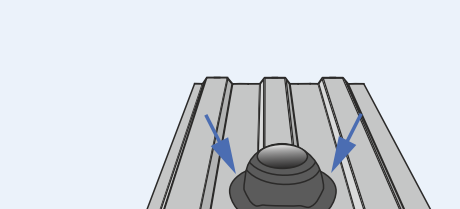

Рис.3
4. Спрофилируйте манжету по форме кровельного покрытия (рис.3).